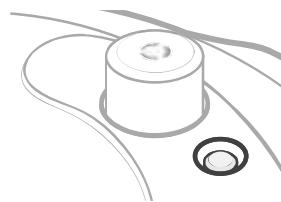

Figura 1.8
- La valvola a galleggiante indica se c'è pressione all'interno della pentola. La valvola a galleggiante abbassata significa che non c'è pressione all'interno. [Figura 1.8]